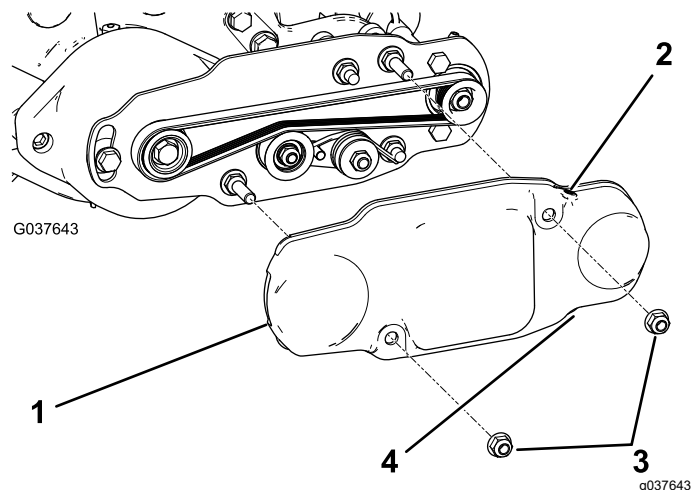

図 18
2. 取り付けボルトにベルトカバーを取り付けてフランジナット2個で固定する 図 18。
3. 上部に固定ねじが取り付けられていることを確認し、底部の水抜き口についている固定ねじを外して捨てる 図 18。